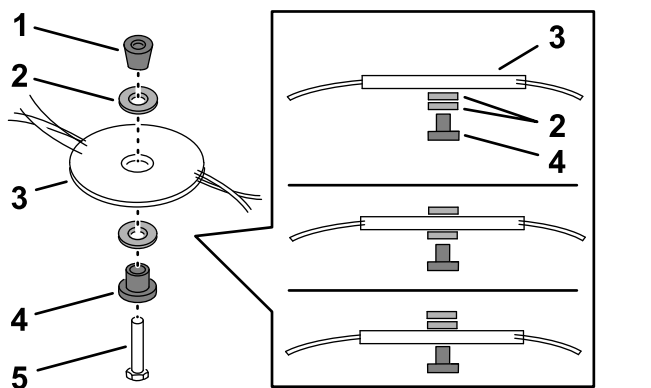

Figura 27
2. Modificate la posizione dei distanziali per regolare l'altezza di taglio come illustrato nella \(Figura 27\).